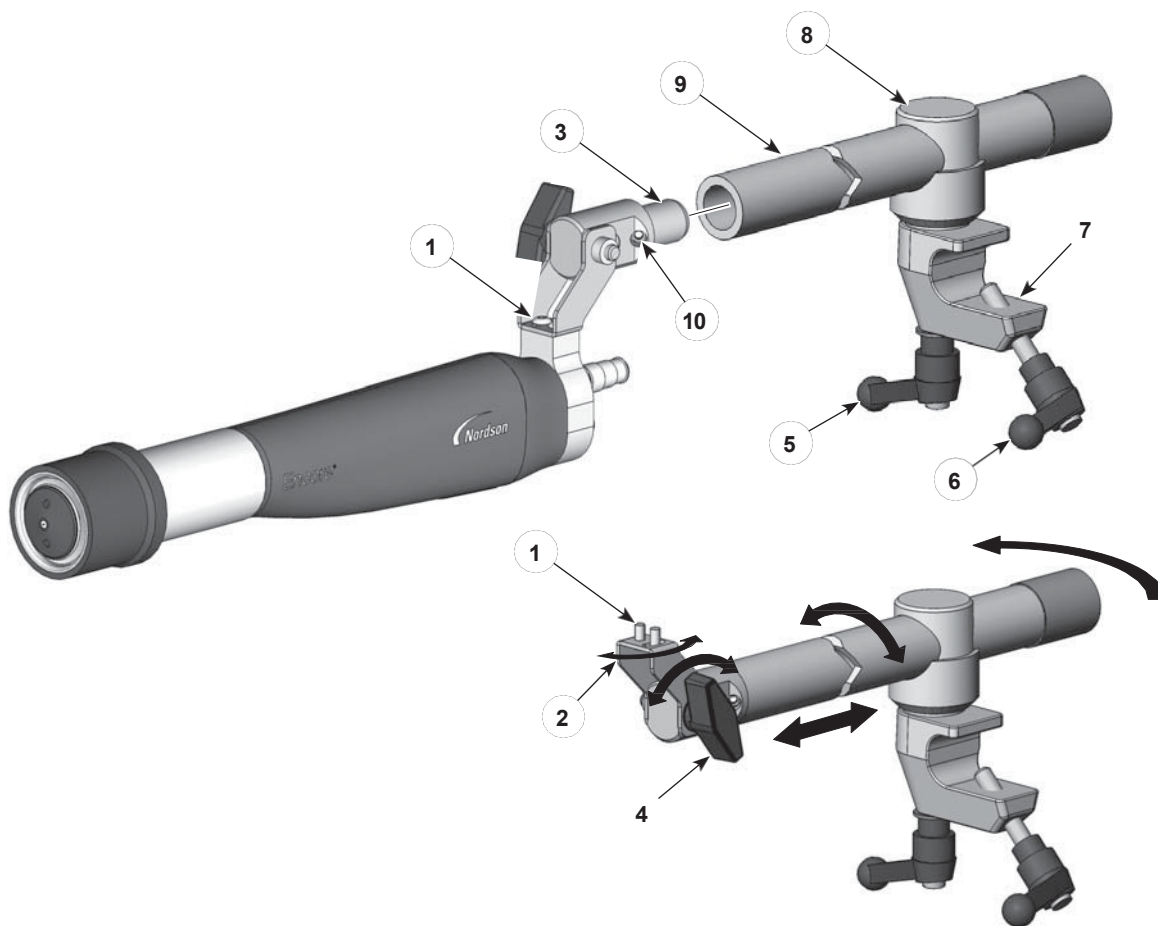

Рисунок 3 Стандартное крепление пистолета на шарнирную планку
1. См. рисунок 3. Установите адаптер трубки (3) на конец регулировочной штанги (9) и закрепите его, затянув установочный винт (10) шестигранным ключом на 4 мм.
- Чтобы переместить наконечник пистолета из стороны в сторону, ослабьте винт с правой кнопкой (1).
- Чтобы наклонить наконечник пистолета вверх или вниз, ослабьте ручку наклона (4).
- Чтобы повернуть регулировочную штангу или сдвинуть ее вперед или назад, ослабьте стопорную рукоятку (5).
2. Установите зажим (7) на 1-дюймовую монтажную планку и затяните рукоятку зажима (6).